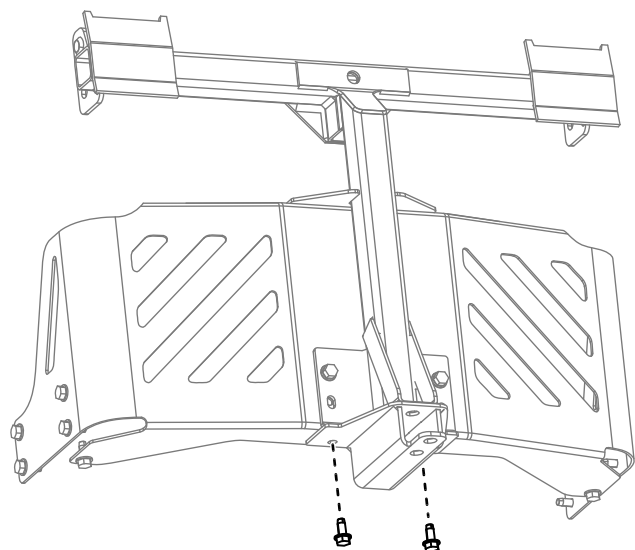

Figura 12
3. Sujete el bastidor de giro a la parte inferior del bastidor de la máquina usando 2 tornillos autorroscantes (5/16" x 3/4"), como se muestra en la Figura 12.